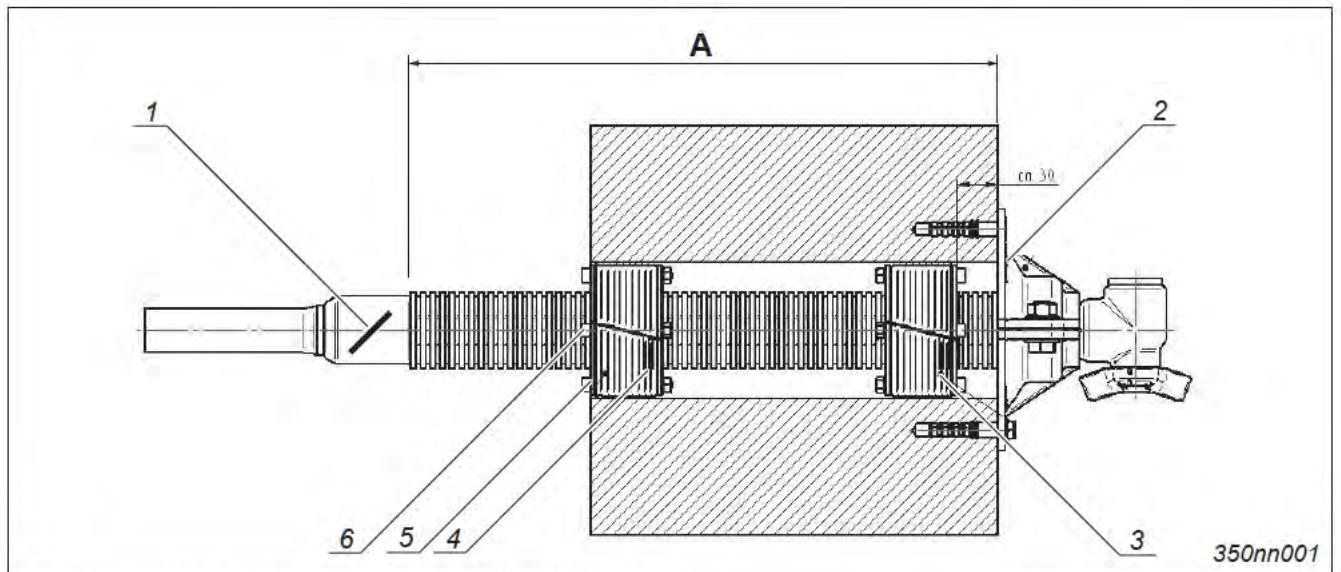

Fig. 4-1 Trockendichteelement mit A: maximale Einbaulänge
6. Zur Erfüllung der Norm bei Gas ARP Baggerauszugssicherung gemäß Skizze verbauen (→ Seite 4-3, Fig. 4-1).